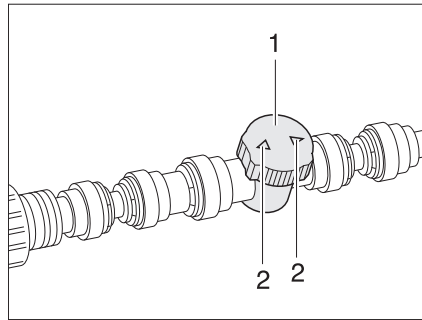

Fig. 118 Regulador del calentamiento del piso/calentamiento para depósito de aguas residuales
- Ajustar el regulador (Fig. 118,1) en el rendimiento de paso deseado (paso máx. = flechas (Fig. 118,2) en la misma dirección que la tubería).
- Girar el regulador (Fig. 118,1) de tal manera que las flechas (Fig. 118,2) queden en posición transversal a la tubería de calefacción.